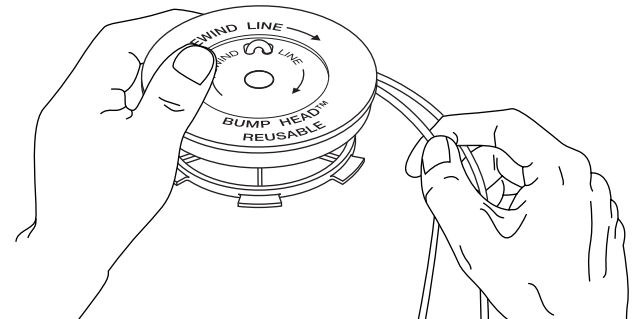

Fig. 17
- Bobine las líneas en capas parejas y ajustadas sobre el carrete (Fig. 17). Bobine la línea en la dirección indicada en el carrete interior. Coloque su dedo índice entre las dos líneas para evitar que se superpongan. No superponga los extremos de la línea. Proceda al paso 11.
8. Tome aproximadamente 10 pies (3 m) de nueva línea de corte. Inserte un extremo de la línea a través de uno de los orificios del carrete interior (Fig. 17). Pase la línea a través del carrete interior hasta que queden sólo 4 pulgadas fuera.